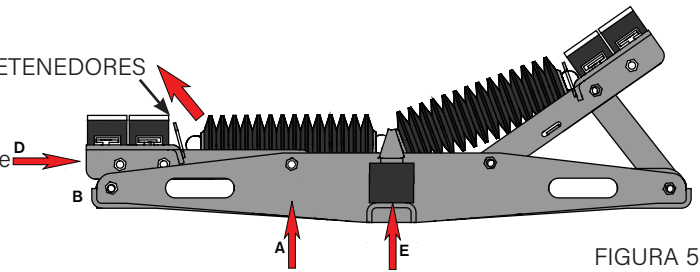

FIGURA 5
6. Baje lentamente el brazo abatible hasta que quede apoyado en las bases como se ve en la Figura 5 y 6. En algunas configuraciones, los retenedores se pueden plegar para facilitar el retiro y reemplazo de los rodillos.